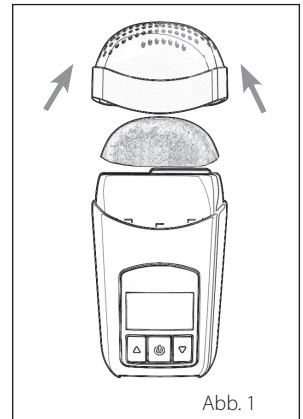

Abb. 1
6. Drücken Sie die **Endkappe** auf das **Z1**. (Abb. 1)